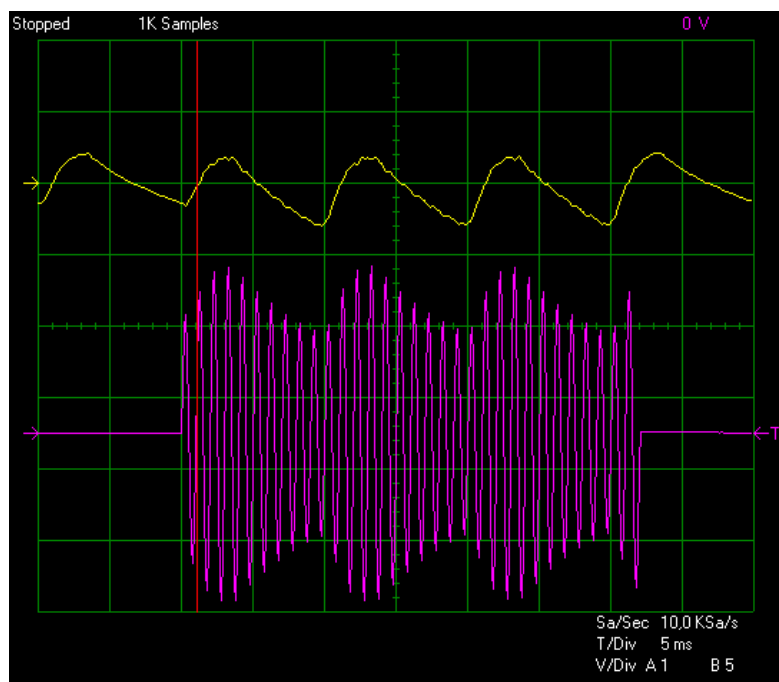

Bild 10 Schirmgitter versuchsweise an U1:100 Hz-Modulation extrem, Verstärker unbenutzbar. C1 = 10 μ F, C2 = 10 μ F, R = 0, oben U1
8) Die Schirmgitter werden versuchsweise an die Spannung U1 angeschlossen. Wieder zeigt sich ihr Einfluss, die 100-Hz-Modulation wird extrem, der Verstärker ist unbenutzbar (**Bild 10**, oben U1). Also schnell wieder zurück nach U2.